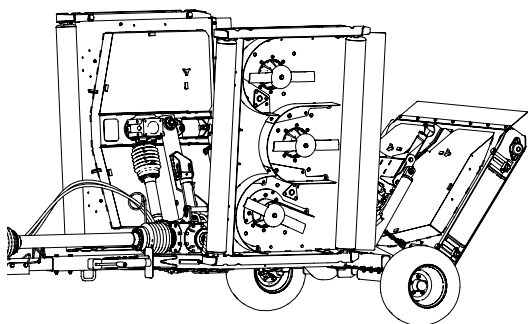

Figura 69
2. Eleve las carcasas del cortacésped y enganche los cierres, apague el motor y retire la llave (Figura 69).